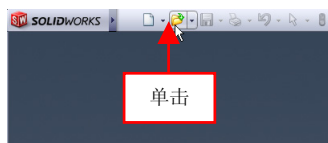

图 1-14 单击【打开】按钮
- (1) 单击常用工具栏中的【打开】按钮，如图 1-14 所示。